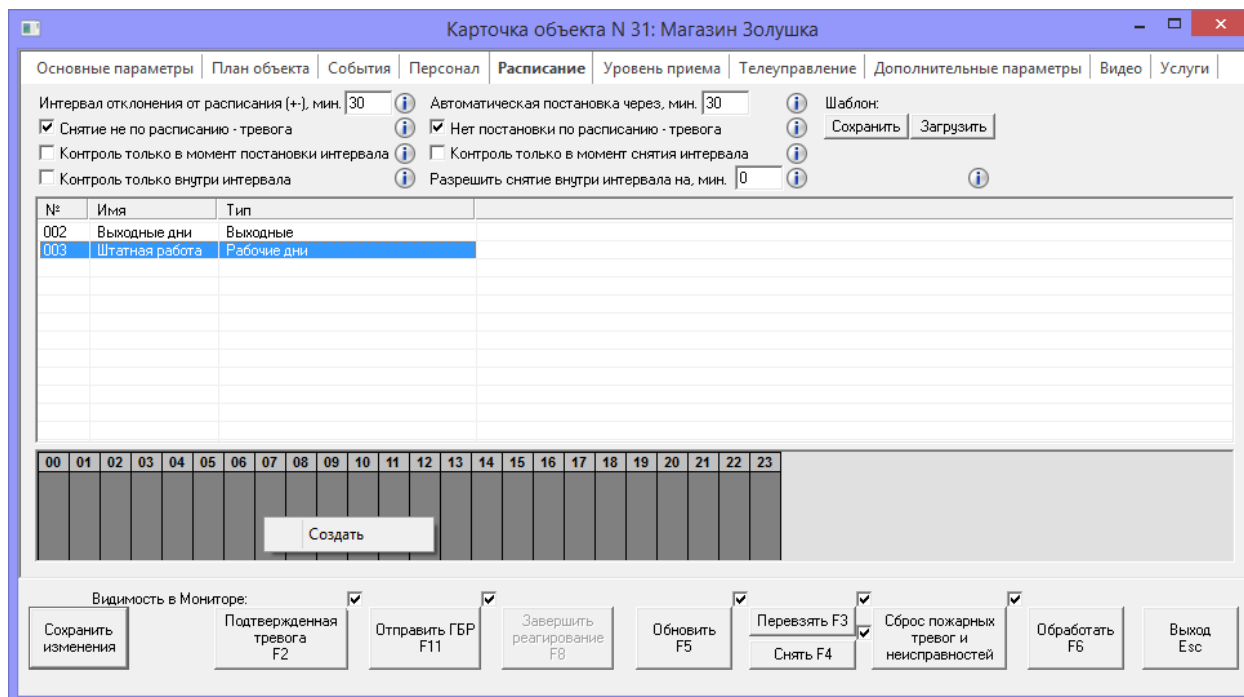

Рисунок 15.12 — Переход к установке временных интервалов охраны
- 4) Нажмите кнопку *ОК*. В результате на вкладке *Расписание* появится строка *созданного* расписания (см. рисунок 15.12).